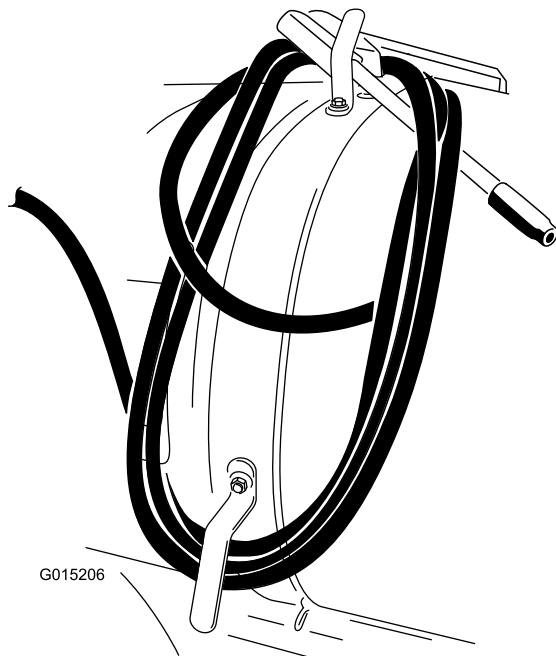

Figura 14
4. Enrolle la manguera en los ganchos del depósito y sujete la pistola según se muestra en Figura 14.